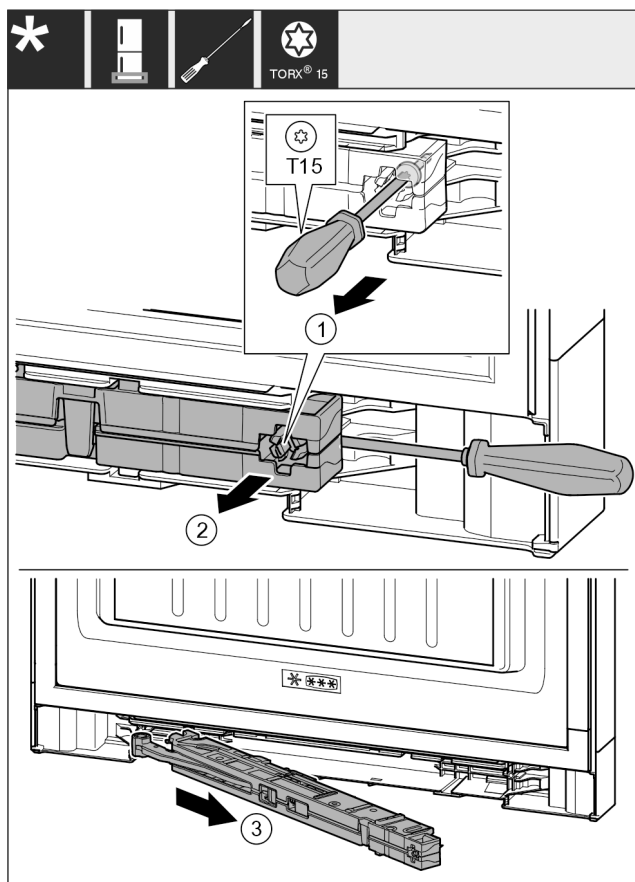

Fig. 17
- Lironi vidën Fig. 17 (1) në njësinë e amortizatorit të mbylljes me kaçavidë 14 mm.
- Ngrini lart nga përpara njësinë e amortizatorit të mbylljes Fig. 17 (2) në anën e dorezës me një kaçavidë.
- Nxirrni jashtë njësinë e amortizatorit të mbylljes Fig. 17 (3).